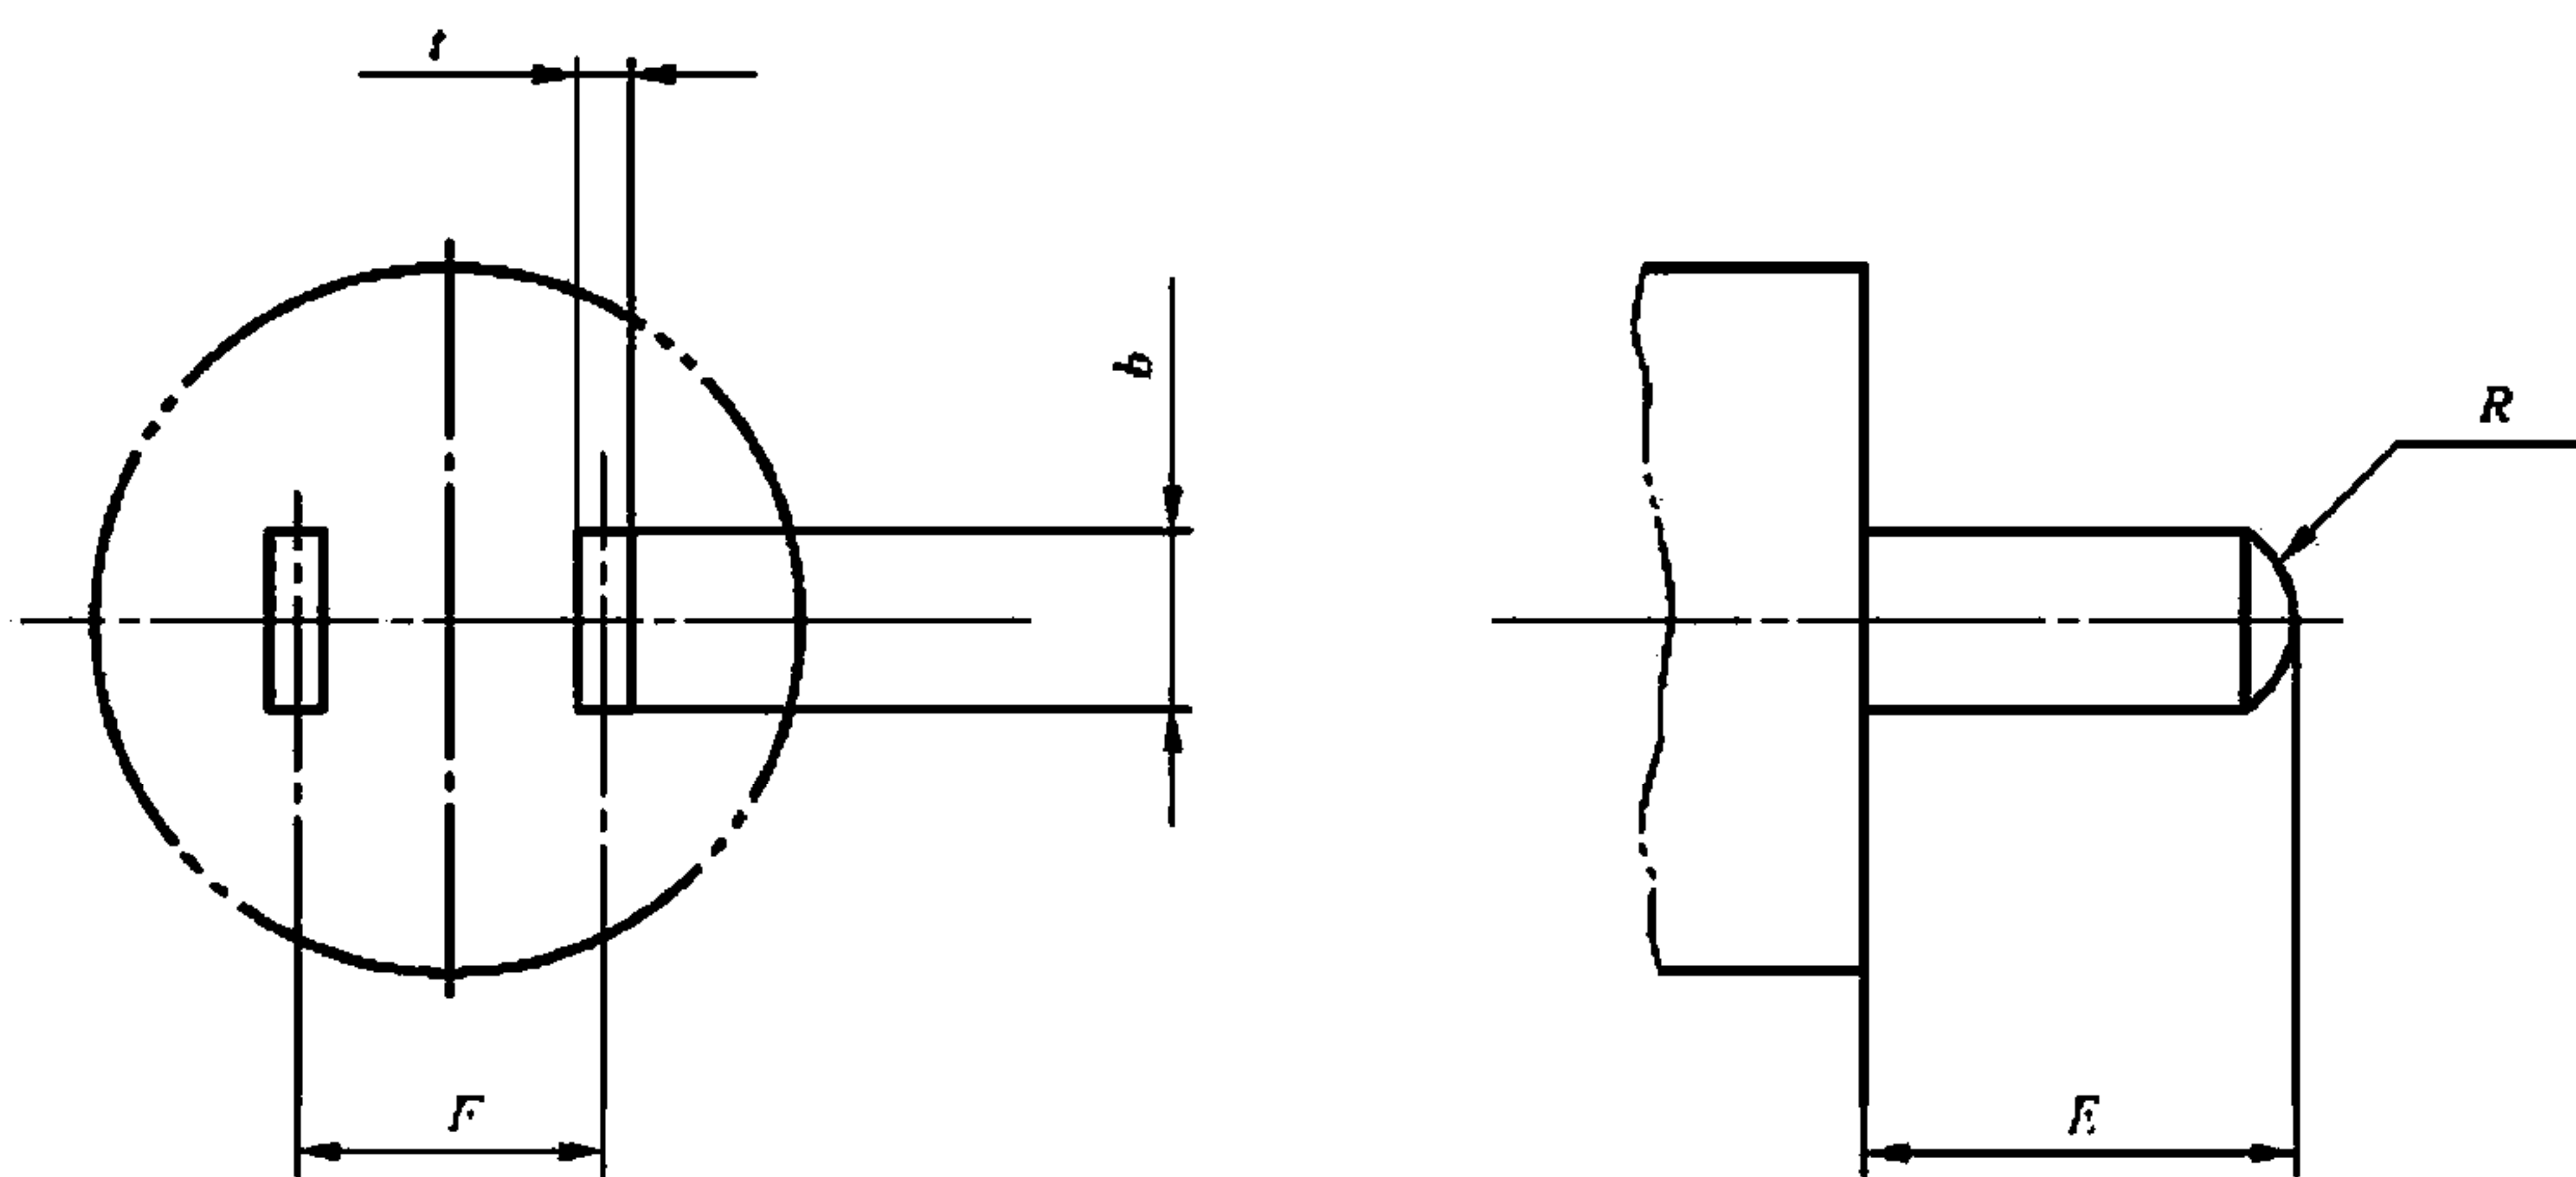

图 1 单相两极插头
5.2 家用和类似用途单相插头插座的形式、基本参数和尺寸应符合图 1~图 5 和表 1~表 5 的规定。